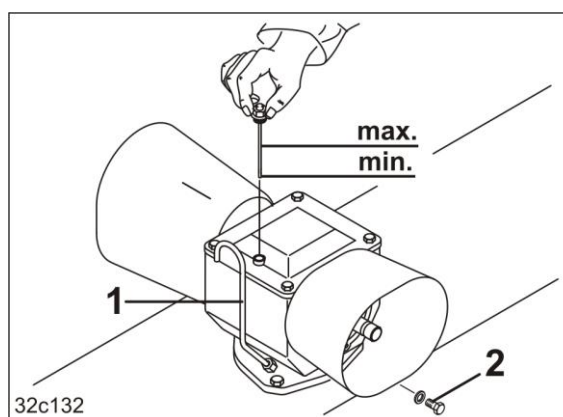

Fig. 177
La boîte de transmission est équipée d'un tube de purge d'air (Fig. 177/1).
3. Dévisser la vis de vidange (Fig. 177/2).